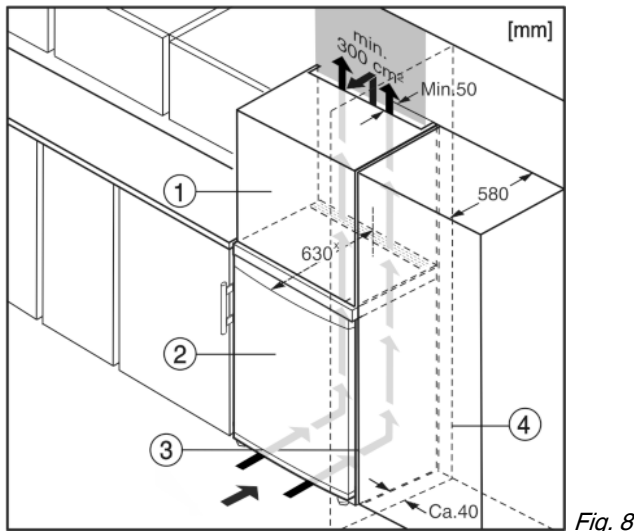

Fig. 8
- (1) Aufsatzschrank (3) Küchenschrank
(2) Gerät (4) Wand
Das Gerät kann mit Küchenschränken umbaut werden. Um das Gerät Fig. 8 (2) der Küchenzeilenhöhe anzugleichen, kann über dem Gerät ein Aufsatzschrank Fig. 8 (1) angebracht werden.
Beim Umbau mit Küchenschränken (Tiefe max. 580 mm) kann das Gerät direkt neben dem Küchenschrank Fig. 8 (3) aufgestellt werden. Das Gerät steht seitlich 34 mm * und in der Gerätemitte 50 mm * gegenüber der Küchenschrankfront vor.
Wenn das Gerät mit den Scharnieren neben einer Wand Fig. 8 (4) aufgestellt wird, muss der Abstand zwischen Gerät und Wand mindestens 40 mm betragen. Dies entspricht dem Griffüberstand bei geöffneter Tür.